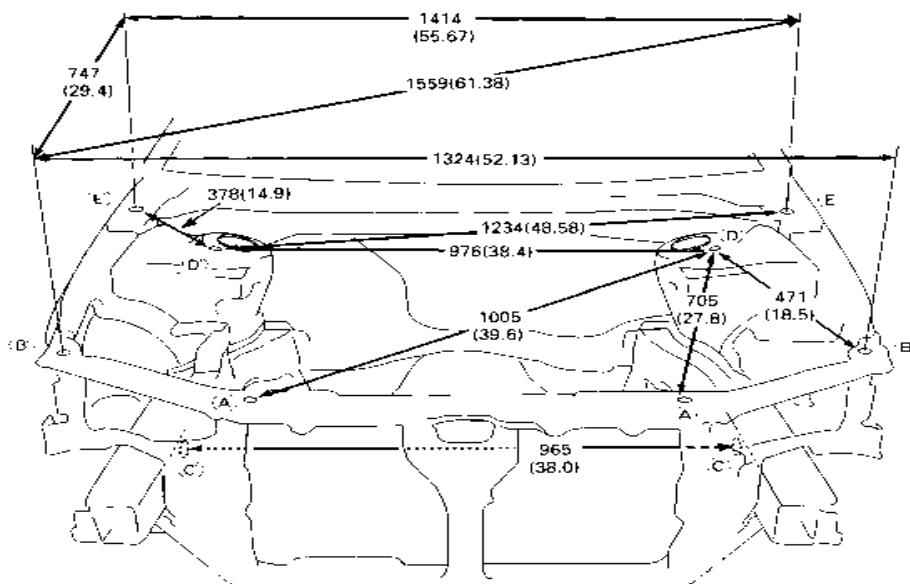

Рис. 3.2. Размеры передней части кузова
На рис. 3.2 можно увидеть пример расположения базовых точек на передней части кузова (капотное пространство). Для всех обозначенных базовых отверстий геометрической точкой привязки размера служит самая передняя точка кромки отверстия по ходу автомобиля. Пример нахождения такой точки можно увидеть на рис. 3.1.
Естественно, что большинство размеров кузова обладают свойством симметрии. Следовательно, приведенную картину размеров на рис. 3.2 можно перевернуть относительно продольной оси автомобиля. Данный прием очень помогает, когда справочные данные по кузову отсутствуют. Правильность расположения деталей в этом случае можно установить по равенству взаимно симметричных размеров. Даже не очень сильные боковые удары при ДТП приводят зачастую к перекосам в передней части кузова. О таких перекосах красноречиво свидетельствует разница в несколько миллиметров между диагональными размерами, например (A) - (D): передняя правая - задняя левая и наоборот.
На рис. 3.2 показан механизм после снятия зеркальной пластины.